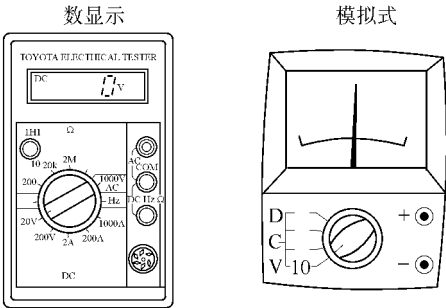

图 18-62 检查电气回路状况
(4) 检查电气回路状况。使用高阻抗 (最小 10k Ω) 的 V/ Ω 表进行电气回路的故障诊断。如图 18-62 所示。